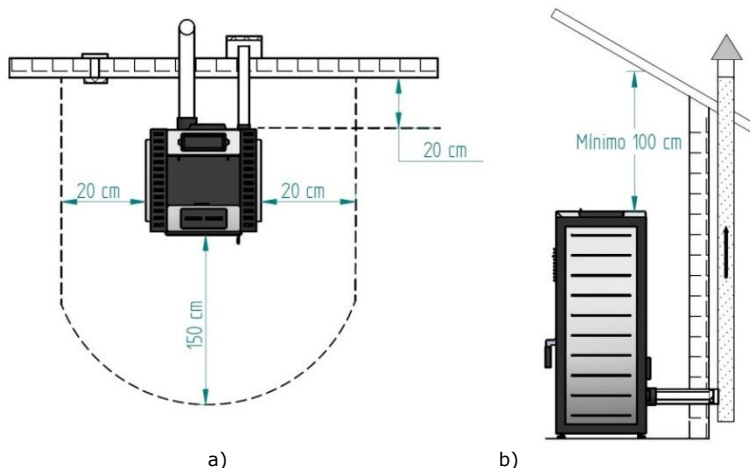

Figure 9 - Distances minimales de toutes les surfaces : a) vue supérieure de l'installation de l'équipement ; b) vue latérale de l'installation de l'équipement
Les distances minimales entre le poêle à granulés de bois et les surfaces particulièrement inflammables sont représentées sur la Figure 9. Il est nécessaire de maintenir une distance minimale de 100 cm entre le dessus du poêle et le plafond de la salle si celui-ci est composé d'un matériau inflammable. La base sur laquelle repose le poêle ne doit pas être en matériau combustible (ex : tapis), une protection adéquate doit donc toujours être prévue.
- Conformément à ce qui est indiqué sur la Figure 9, le conduit d'évacuation doit être réalisé de façon à ce que le nettoyage et l'entretien soient garantis par l'insertion des points d'inspection.